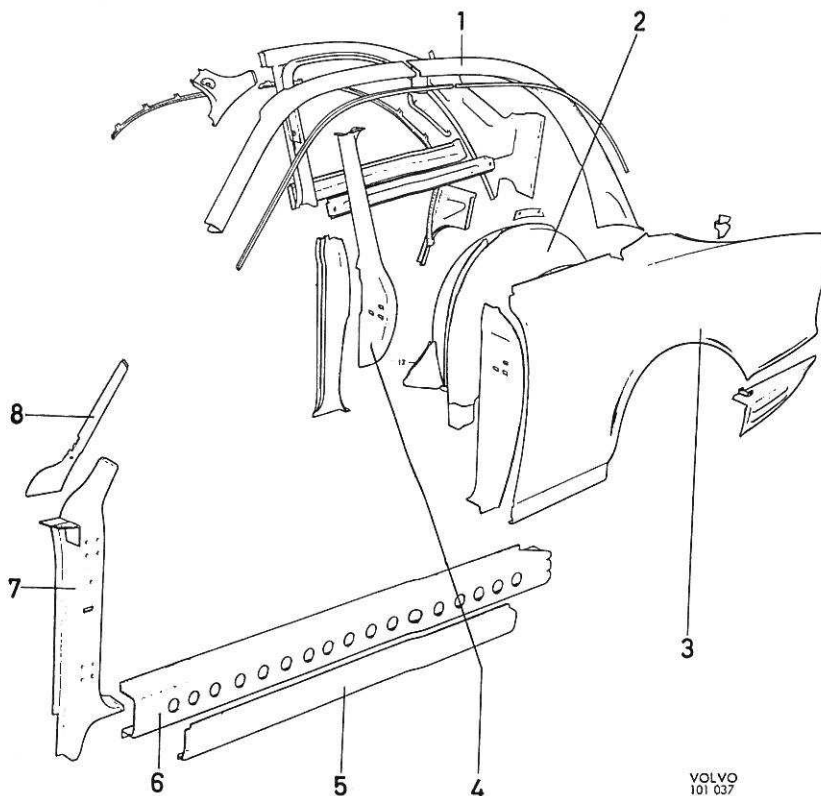

Figure 6. Flanc de carrosserie (version coupé)
La carrosserie des voitures de version coupé rappelle dans ses grandes lignes celle des voitures de version berline. Les flancs de carrosserie sont toutefois modifiés: les pieds de milieu sont supprimés et les ailes arrière (3, figure 6) sont allongées. Chaque flanc de carrosserie comporte donc le pied d'auvent et le pied de custode (7 et 4), les bavolets extérieur et intermédiaire (5 et 6), la frise de toit (1), le montant de pare-brise (8), le passage de roue arrière (2) et l'aile arrière (3).